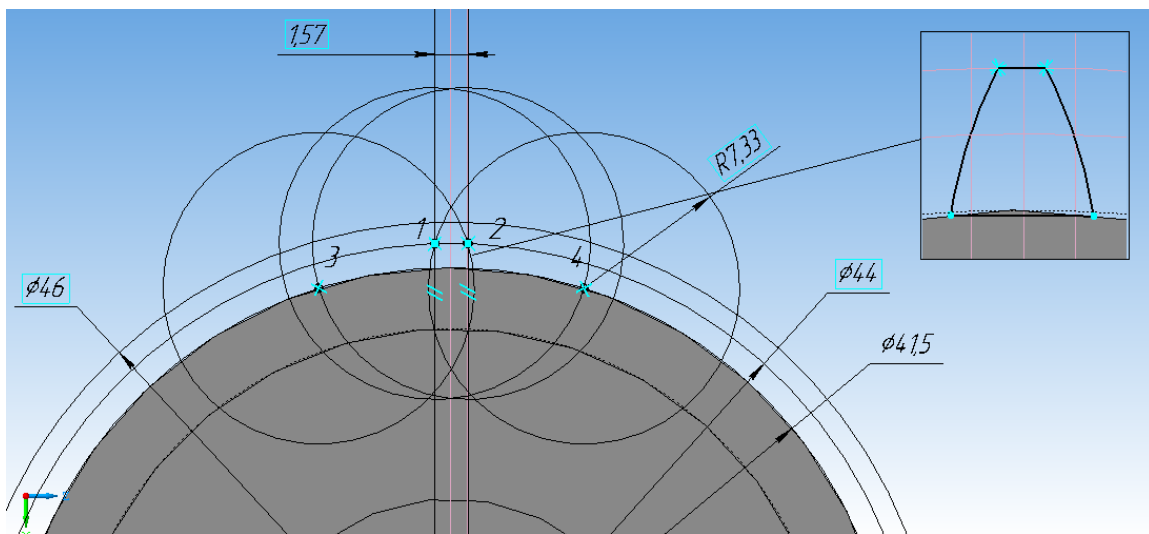

Рисунок 85.
3. Выберите торцевую плоскость поводка с обратной стороны и постройте на ней эскиз (рисунок 85) согласно схеме и нашим расчетам. Линии построения создавайте стилем – «Вспомогательной», а контур зуба – «Основной».